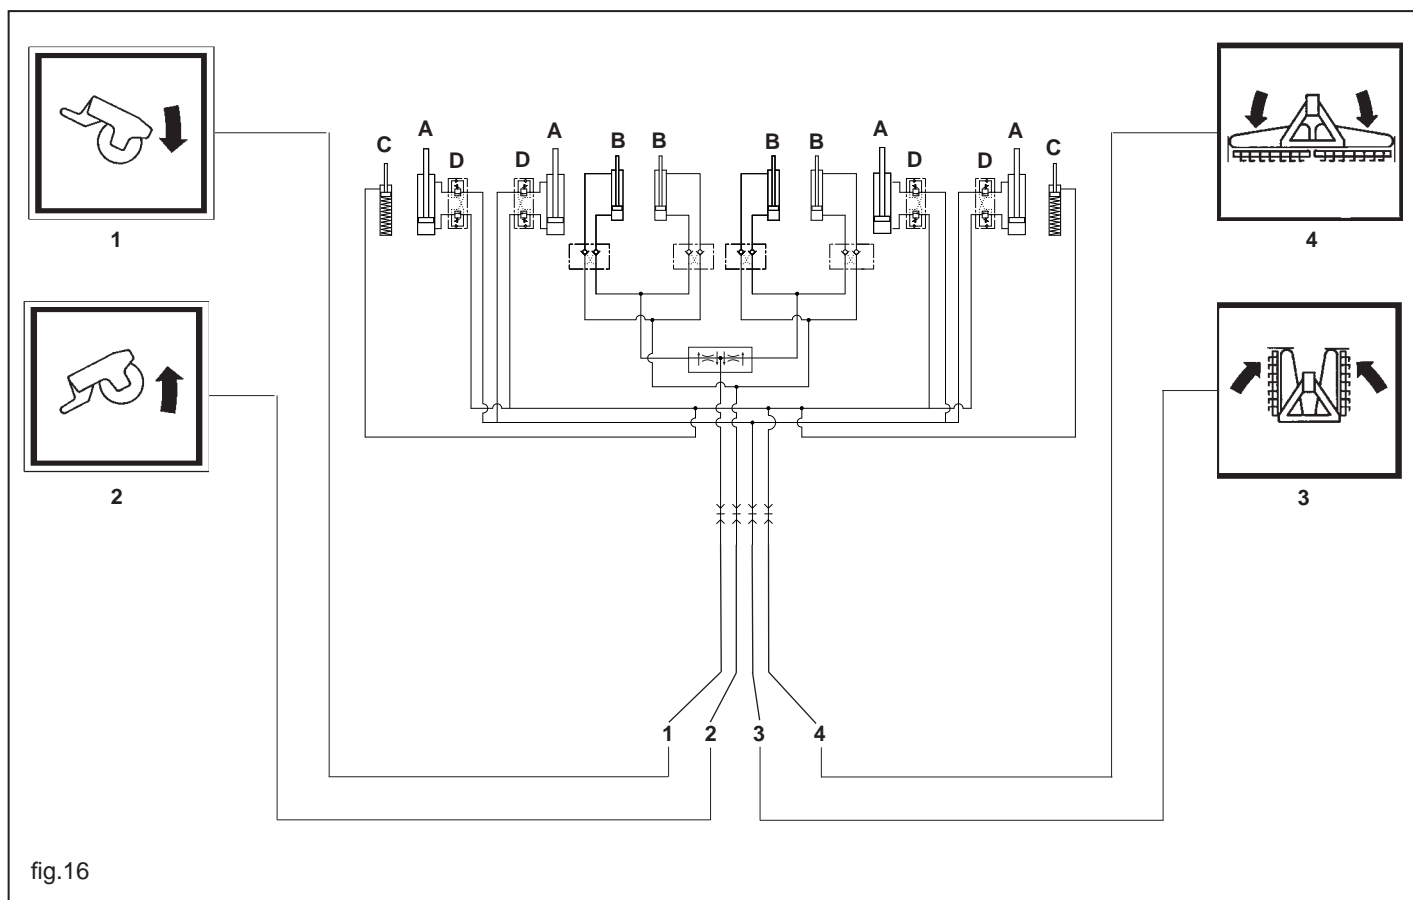

fig.16
Una volta eseguite queste due operazioni preliminari (attacco dei 3 punti al trattore e innesto del cardano) si deve collegare al trattore l'impianto idraulico (Fig.16) che permette i vari movimenti della macchina e precisamente:
Tutti i tubi idraulici della macchina hanno delle etichette adesive di riconoscimento che sono rappresentate da (Fig. 16):
- Azionare la leva del distributore che comanda la chiusura dei corpi: Pressione al tubo (3 Fig. 16) fino al completo aggancio dei ganci idraulici di sicurezza ("CLACK") N.B. Assicurarsi che gli agganci siano completamente inseriti nei relativi perni di sicurezza dei corpi.(Fig. 17)
- Azionare la leva del distributore che comanda l'apertura dei corpi: pressione al tubo 4 (Fig. 16).
I tubi idraulici hanno delle etichette adesive di riconoscimento (Fig. 16) che rappresentano: